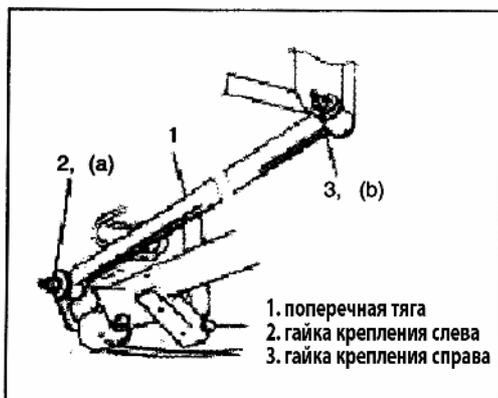

Рис. 553
- 4) Затяните гайки тяги требуемым моментом (Рис.553).